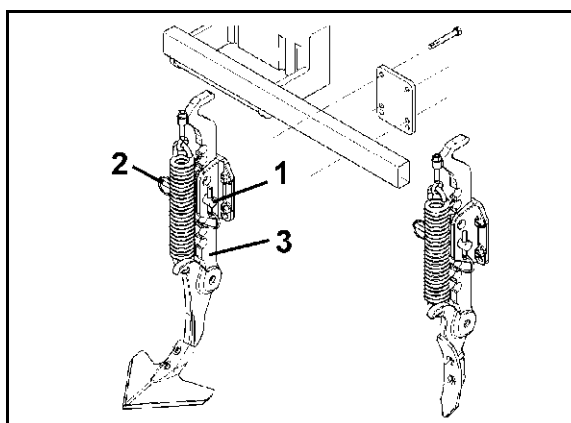

Рис. 36
3. Отрегулируйте рабочую глубину, переставив палец (Рис. 36/1) в зубчатом зацеплении рыхлителя колеи (Рис. 36/3) и застопорите пружинным фиксатором (Рис. 36/2).